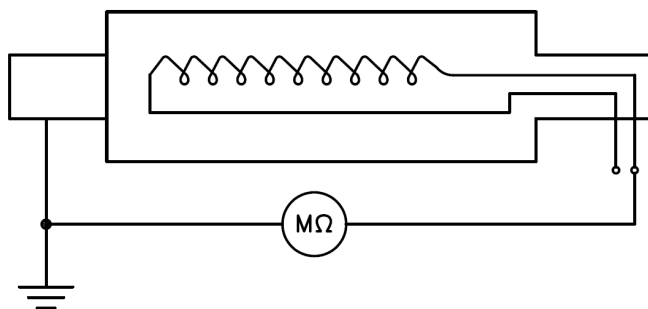

Figura 2
- **Avvolgimenti rotorici** : misurare la resistenza di isolamento tra un terminale dell'avvolgimento del rotore principale sul ponte raddrizzatore e la massa del rotore (albero). (vedi **figura 2**)